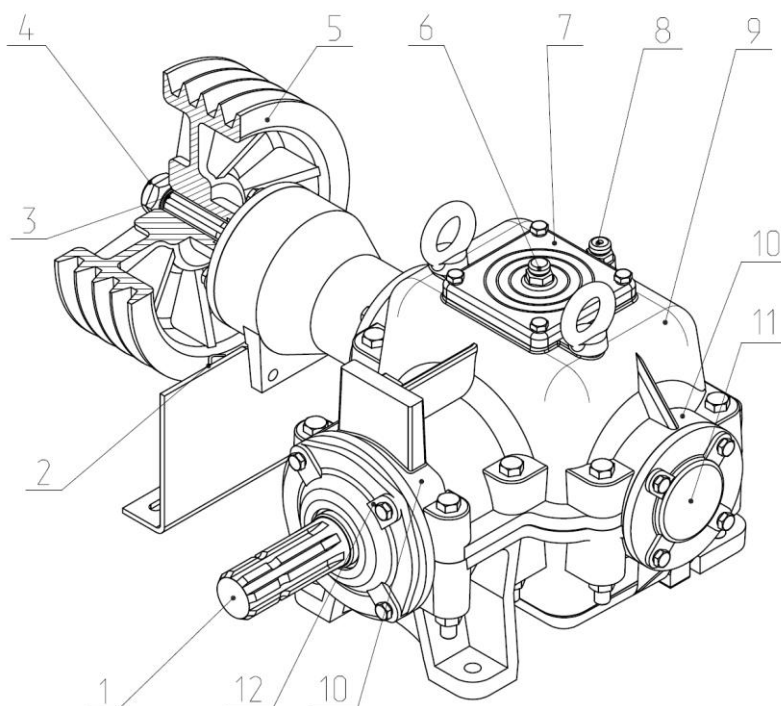

Рис.5 Редуктор КИР 11.000
2.7 Редуктор (рис.5) служит для передачи движения от кардана к измельчающему барабану, через клиноременную передачу. Редуктор состоит из разъемного корпуса 9, в котором на валах 1,3 установлены две конические шестерни. В корпусе редуктора предусмотрено смотровое окно, закрытое крышкой 7. Ведущий и ведомый валы установлены на роликовых подшипниках, регулировка осуществляется с помощью прокладок 10.
Рис.5а Редуктор КИР 11.000А
2.8 Установка редуктора на раму (рис.5в).
Рис.5в Установка редуктора на раму